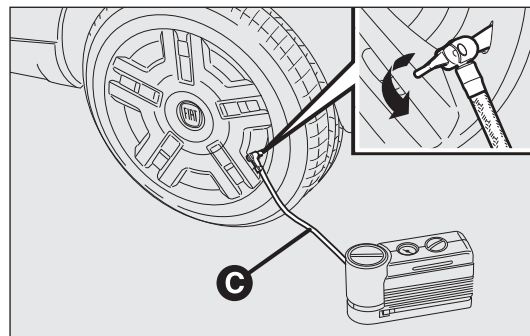

fig. 181
- Svitare il cappuccio della valvola del pneumatico, estrarre il tubo C-fig. 181 con l'attacco rapido e collegarlo direttamente alla valvola del pneumatico da gonfiare.